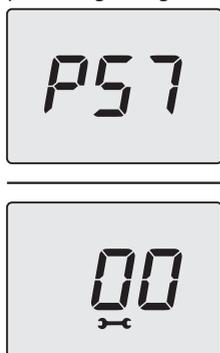

Figura 5.51
- Premere per 1 sec. il tasto 50 (Figura 5.47) per entrare nel parametro selezionato. Il display visualizzerà quanto segue (Figura 5.51).